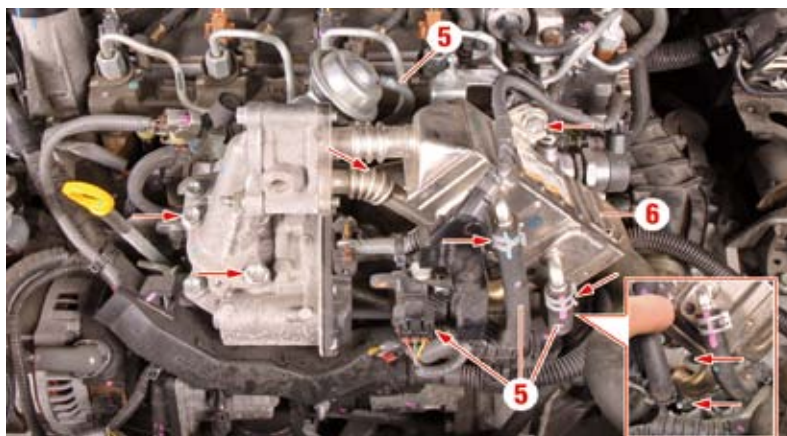

Fig. 31
- Suelte los manguitos **(5)** (Fig. 31).